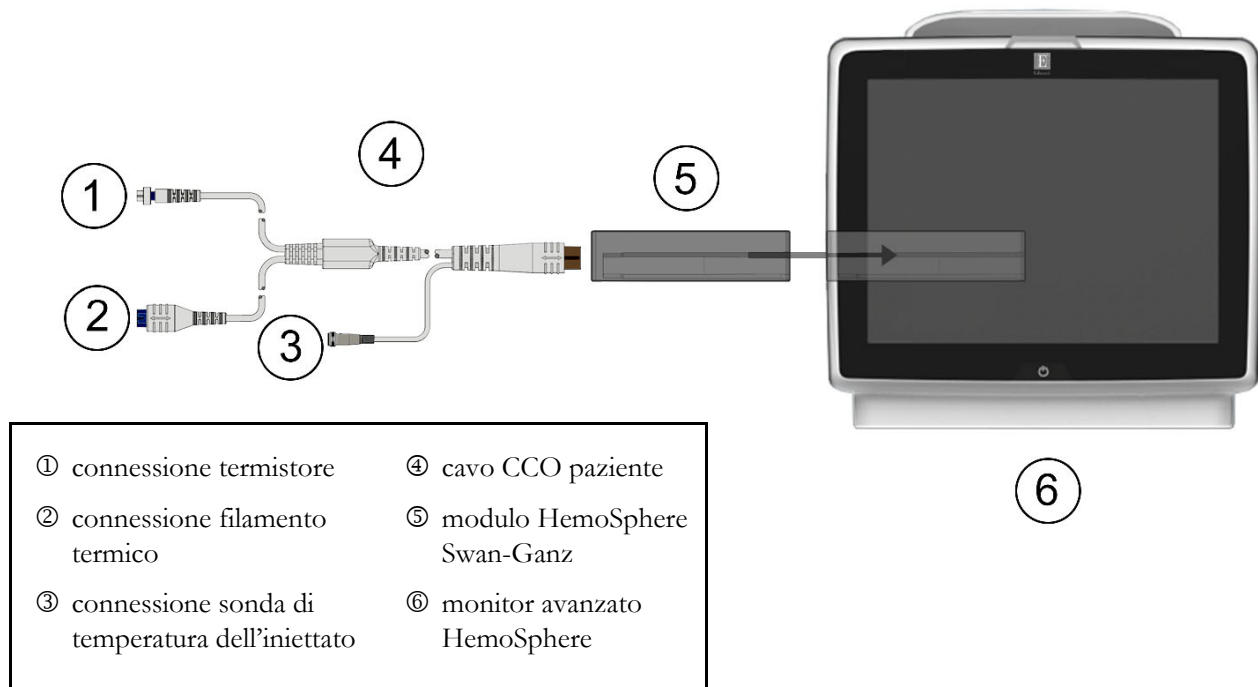

Figura 4-1 Panoramica della connessione di monitoraggio del modulo Swan-Ganz HemoSphere
Fare riferimento alla figura 4-1 per le connessioni di monitoraggio del modulo HemoSphere Swan-Ganz.
11 Collegare le connessioni del termistore ① e del filamento termico ② del catetere CCO Swan-Ganz (figura 4-1) al cavo CCO paziente.
11 Collegare la connessione del termistore del catetere Swan-Ganz (①, figura 4-1) al cavo CCO paziente.
- 11 Collegare le connessioni del termistore ① e del filamento termico ② del catetere volumetrico Swan-Ganz (figura 4-1) al cavo CCO paziente.